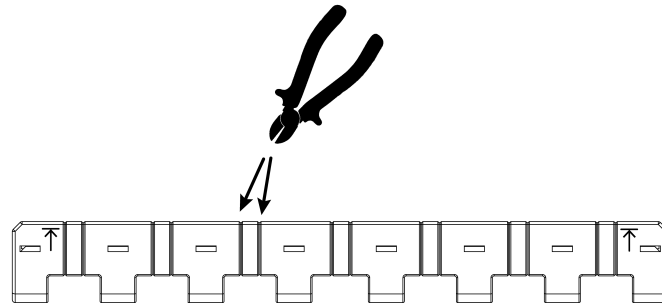

Figure 5: Raccourcir la barre de phase
- Si nécessaire, couper la barre de phase au niveau des encoches à l'aide d'une pince coupante (voir figure 5).